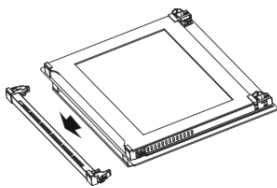

Figura 4
- Puxe a parte superior do quadro da porta na sua direção (figura 4).